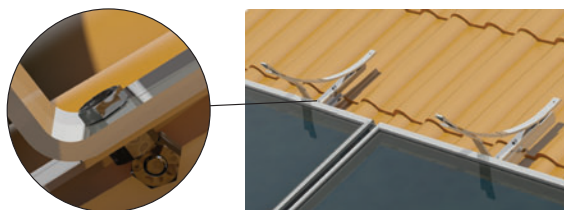

Figura 2.18
- 8 Avvitare i due supporti del serbatoio. Stringere tutti i bulloni della base. (Figura 2.18)